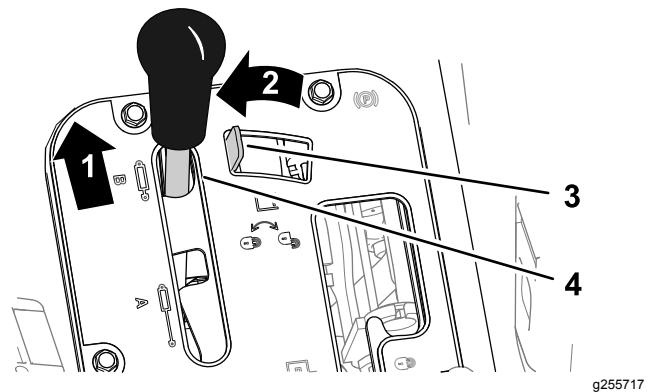
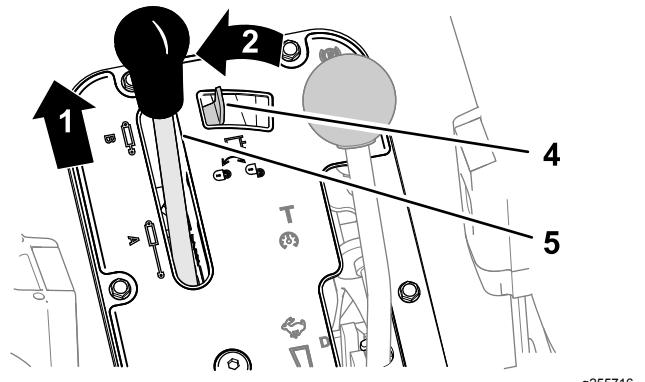

Figura 70
Figura 71
- Spostate il bloccaggio del sollevamento idraulico a sinistra per innestare il bloccaggio (Figura 70 o Figura 71).
- Spingete in avanti la leva di sollevamento idraulico (Figura 70 o Figura 71).